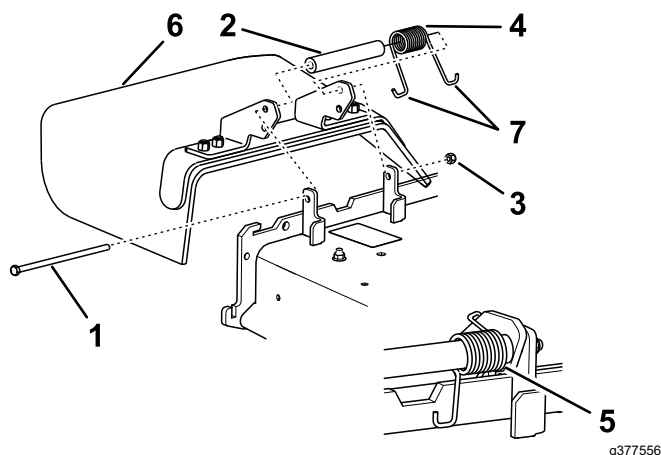

Figura 73
**Nota:** Prenez soin de placer 1 extrémité en J du ressort derrière le bord du tablier avant de mettre le boulon en place, comme montré à la Figura 73.